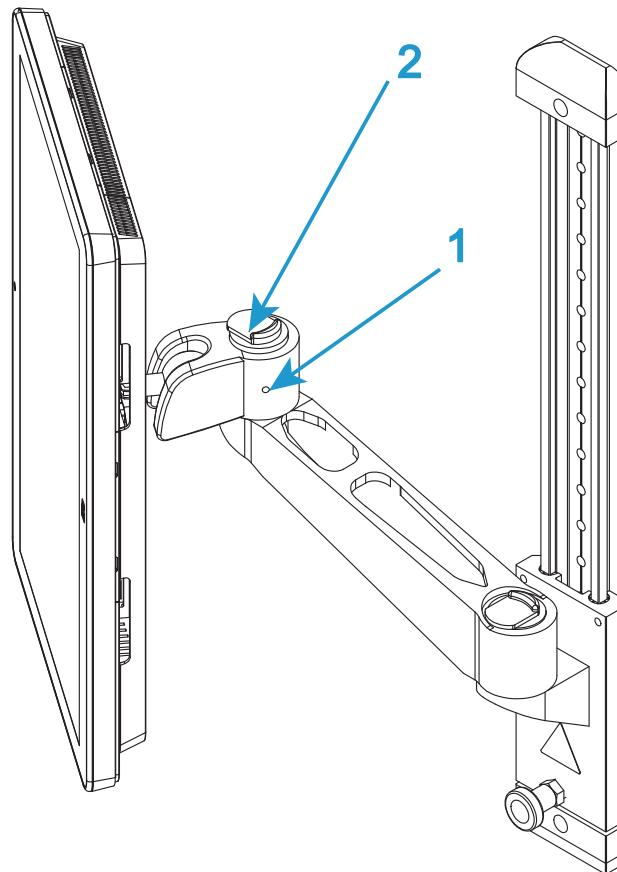
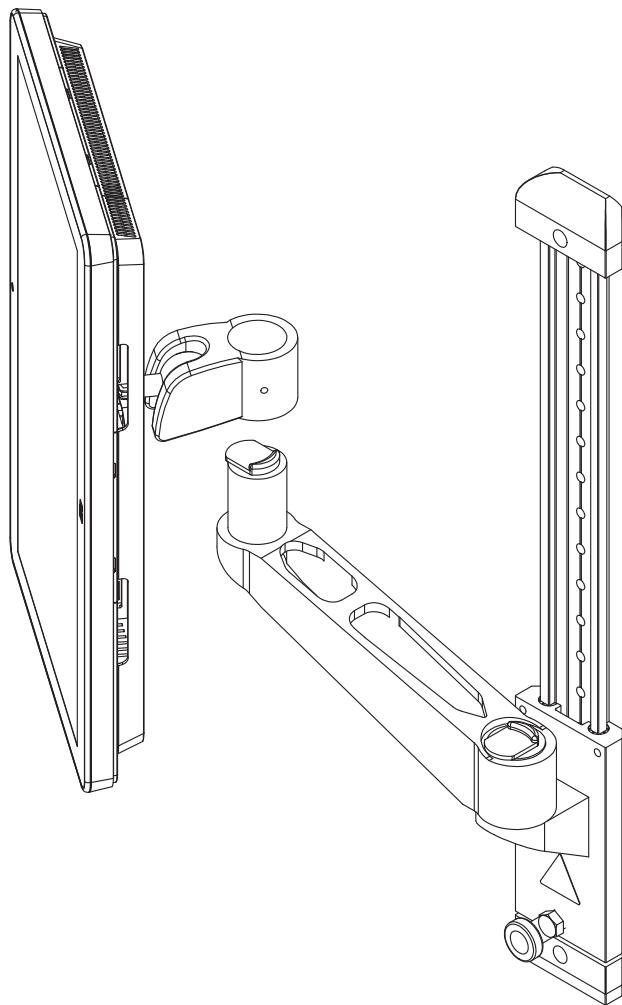

Figura 7. Brazo de montaje
Figura 8. Levante para retirar
3. En caso necesario, afloje el tornillo de ajuste en el lado del "codo" del brazo de montaje (1 en Figura 7 en la página 46).
4. Accione el mecanismo de liberación situado en la parte superior del "codo" (2 en Figura 7 en la página 46) y levante la Panel del operador Bluehill® alejándola del brazo de montaje (Figura 8 en la página 47).